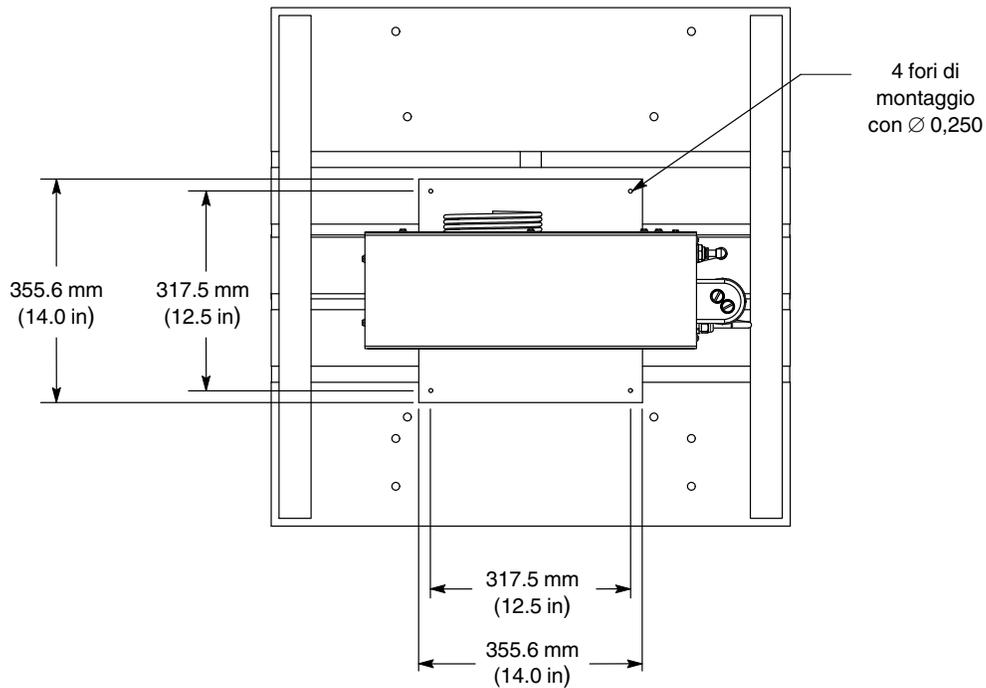

Figura 3-1 Supporto di ancoraggio
1. Vedi figura 3-1 Con la punta per muratura trapanare dei fori nella piattaforma o nel pavimento nelle dimensioni illustrate.